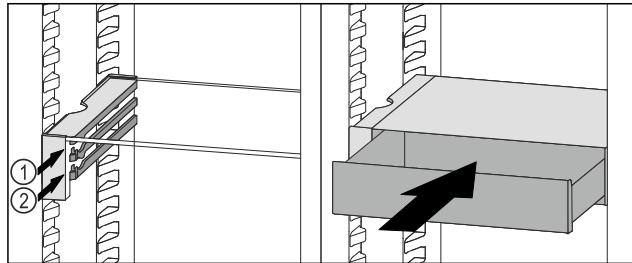

Fig. 114
- Plasser VarioSafe-skuffen bak stopperne på ønsket rille *Fig. 114 (1)* eller *Fig. 114 (2)*.